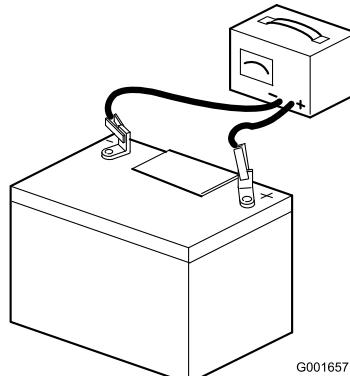

図 39
2. 充電器に接続し、充電電流を 3~4 A にセットする（図 39）。3~4 A で 4~8 時間充電する。